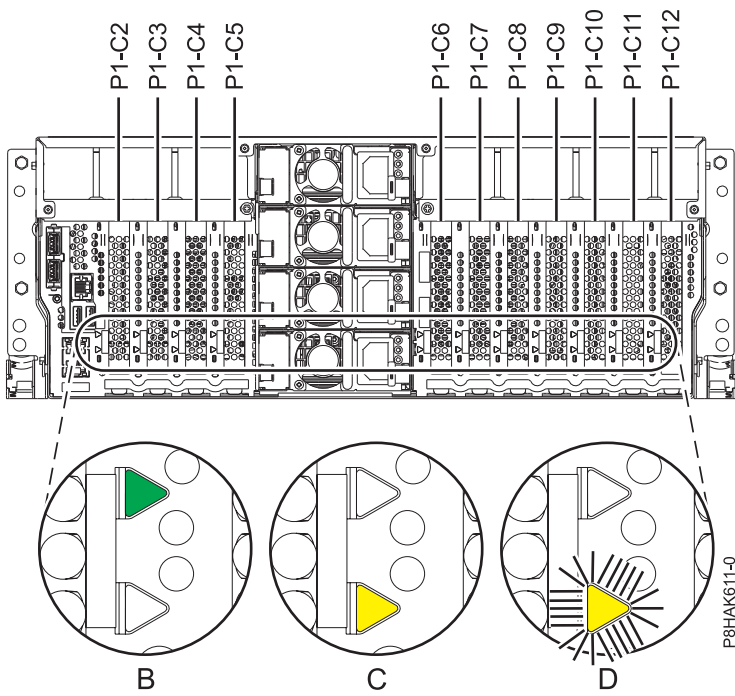
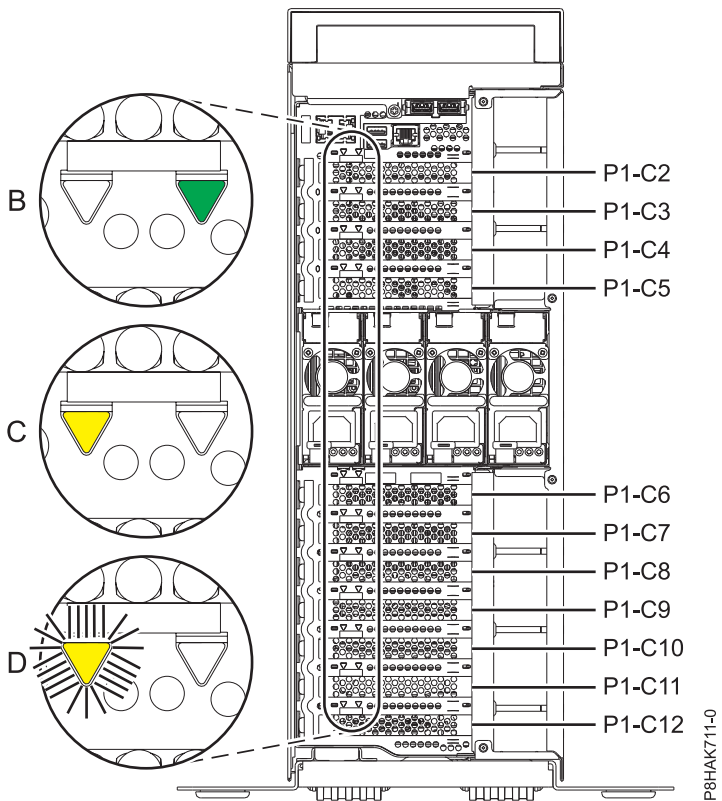

Figura 29. Ubicación de la ranura del adaptador PCIe y de los LED en un sistema 8247-42L, 8286-41A o 8286-42A montado en bastidor
Figura 30. Ubicación de la ranura del adaptador PCIe y de los LED en un sistema 8286-41A autónomo
1. Familiarícese con las ubicaciones de las ranuras del adaptador PCIe y los indicadores de servicio del adaptador PCIe al que desea aplicar el servicio. Los Adaptadores PCIe se instalan en la parte posterior del sistema. En la Figura 29 en la página 36 y en la Figura 30 en la página 36 se muestran las ubicaciones de los Adaptadores PCIe en un sistema así como las ubicaciones de los diodos emisores de luz (LED) para el adaptador PCIe.